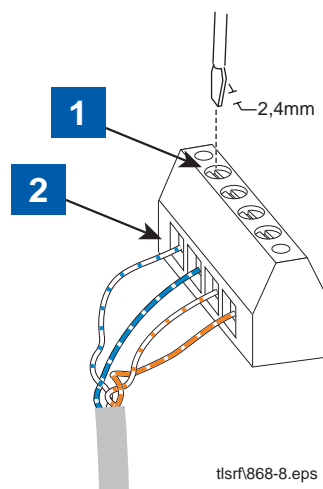

Figura 8. Conexión de los hilos RS-485
3. **NOTA:** Conecte un extremo del cable RS-485 a los terminales RS-485 de la interfaz TLS RF y el otro a los terminales RS-485 del receptor. Uno de los pares trenzados se conecta a los terminales (-) y (+) y el segundo a los terminales (+15) y (G). Debe conectar los hilos de cada par a los mismos terminales del receptor (los hilos blancos con franja azul, por ejemplo, deben conectarse a los terminales “_” en ambos lados). (Véase la **Figura 23** de la 26). **NOTA:** Véase la Figura 8 para conocer el modo de conectar los cables.
LEYENDA DE LOS RECUADROS NUMERADOS DE LA FIGURA 8
NOTA: Véase la **Figura 8** para conocer el modo de conectar los cables.